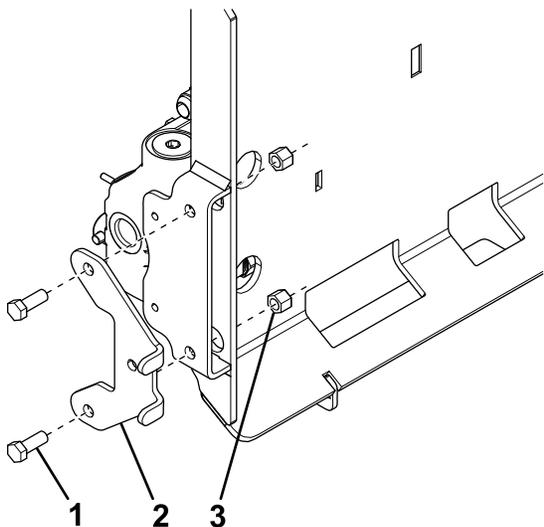

Bild 5
1. Befestigen Sie die Schlauchhalterung mit zwei Schrauben ($\frac{3}{8}$ ") und zwei Nylon-Sicherungsmuttern ($\frac{3}{8}$ ") an der linken Seite des Streuerrahmens, wie in Bild 5 dargestellt.